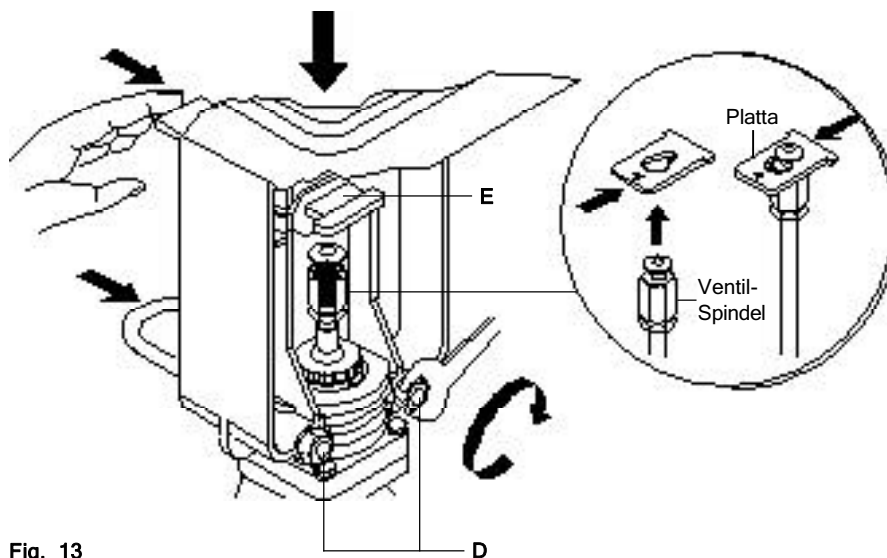

Fig. 13
Lossa på U-bultens muttrar (D) och placera ställdonet på kanten av hylsan. Tryck på fjäderplattan (E) och dra upp ventilspindeln så att den hakas fast i plattan. Om man lossar på plattan låses ventilen och ställdonet samman. Dra åt U-bultmuttrarna (D) till ett åtdragningsmoment på 4 N m. Se fig. 13.